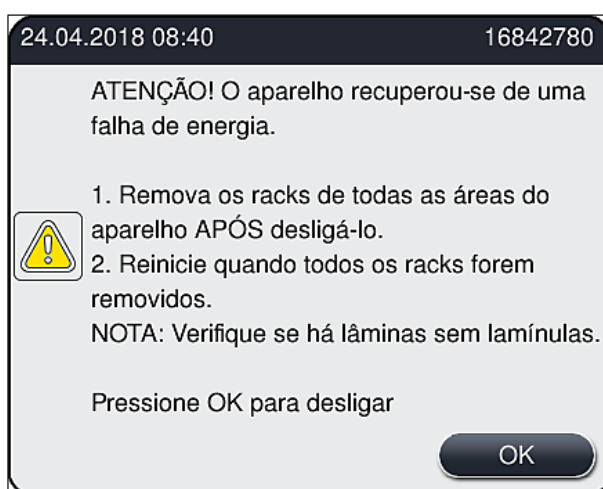

Fig. 108
- Após a alimentação ser restaurada, o aparelho realiza a inicialização automaticamente. O usuário é notificado sobre a falha de energia por meio de uma mensagem de informações (→ Fig. 108) na tela e o evento é inserido no registro de eventos.
- ① Após a alimentação ser restaurada, o aparelho realiza a inicialização automaticamente. Um sinal de aviso sonoro soa e uma mensagem de aviso é exibida no monitor (→ Fig. 108).
Siga então as instruções na mensagem de informações (→ Fig. 108) e remova as lâminas do aparelho.